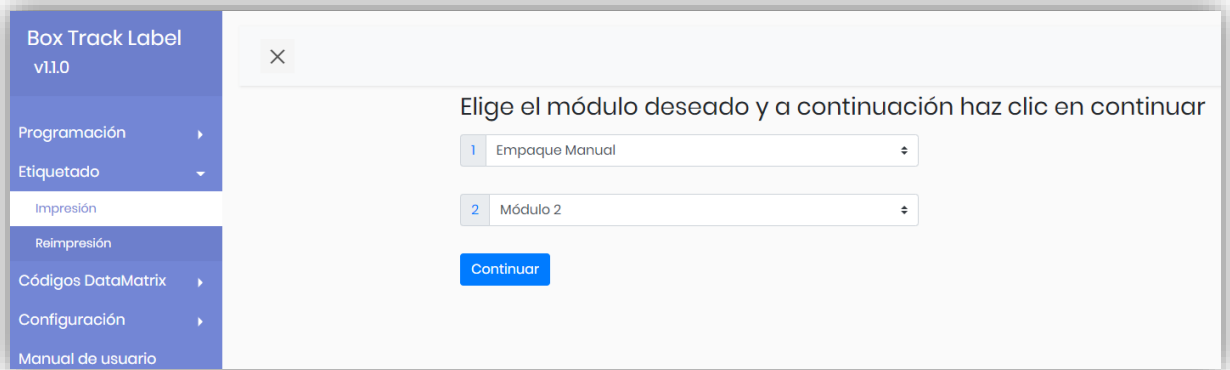

Figura 5
- 3) Estos enlaces muestran en que proceso y módulo nos encontramos, si queremos acceder a otro módulo podemos hacer clic aquí y retroceder a la pantalla de selección (ver figura 5).